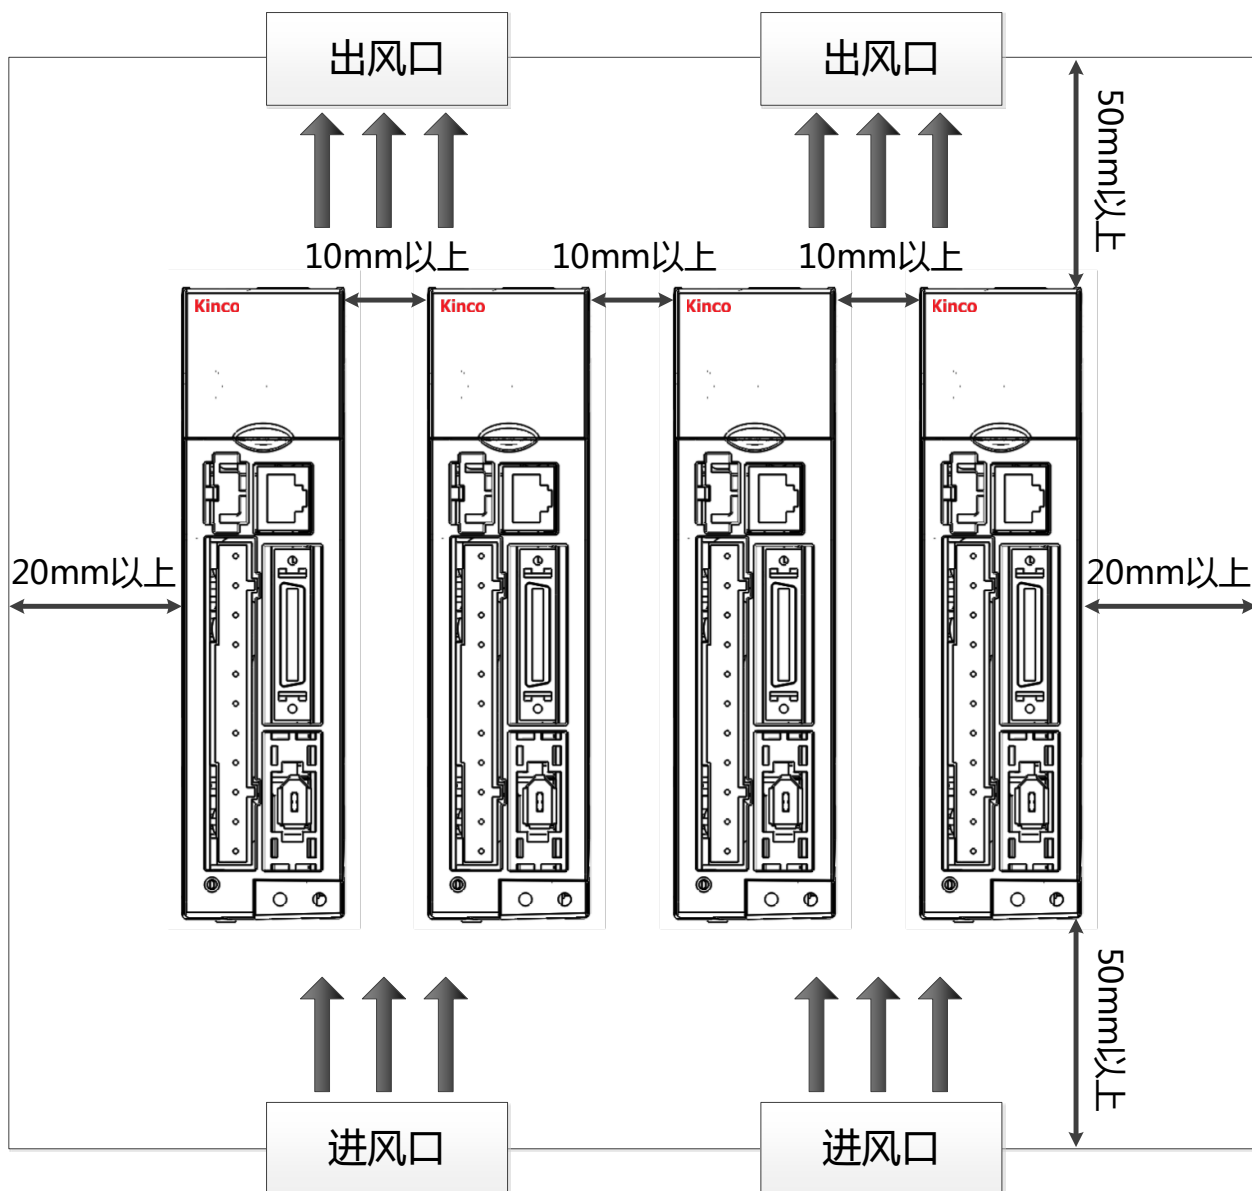

图 2-1 安装方向及要求
- 请严格按照本手册所要求操作，并参考图 2-1 安装方式进行正确安装伺服系统；